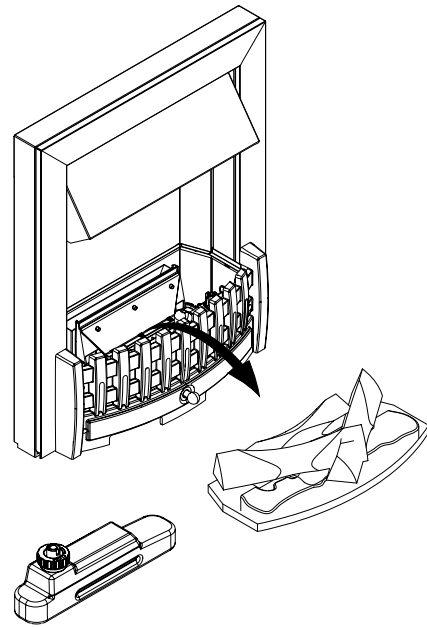

Fig.3
1. Das Feuerbett und den Wassertank bei eingeschaltetem Flammeneffekt herausheben. (Siehe Abb. 3)